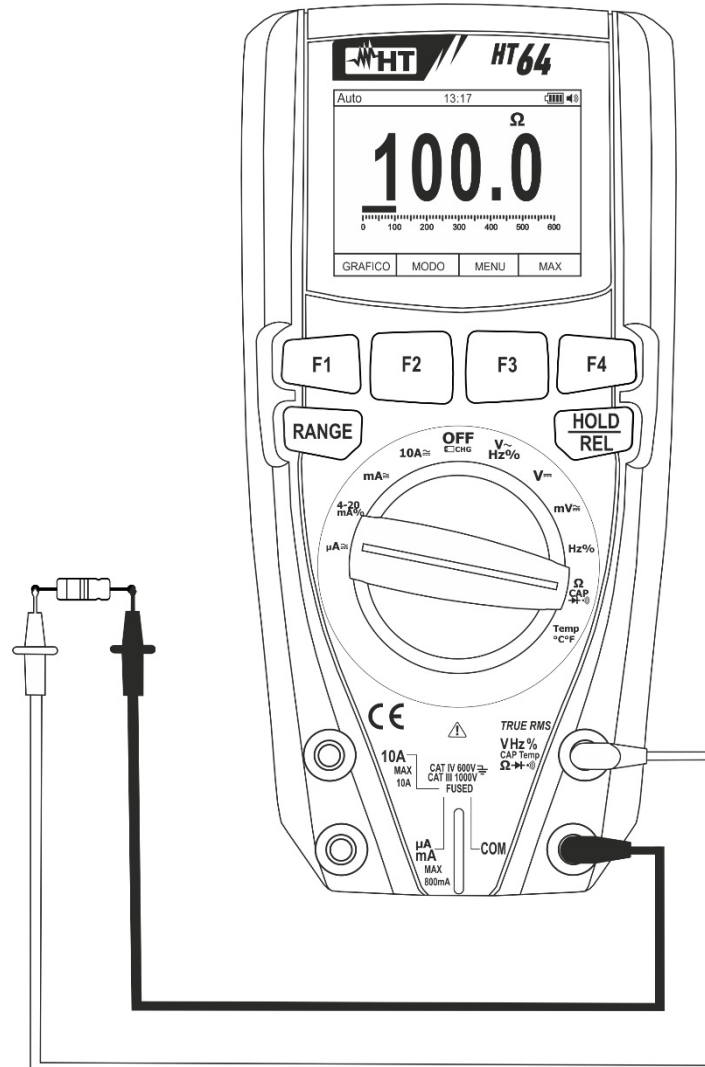

Abb. 25: Verwendung des Gerätes für Widerstandsmessung und Durchgangsprüfung
3. Verbinden Sie die Messleitungen mit den gewünschten Messpunkten des zu messenden Kreises (siehe Fig. 25). Der Widerstandswert erscheint auf dem Display.